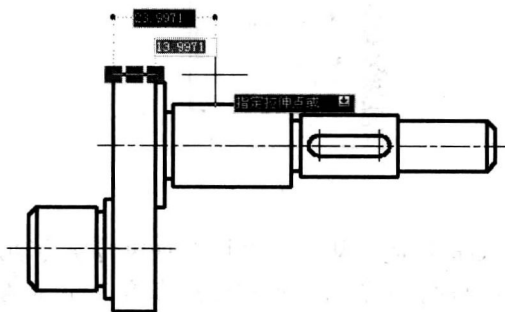

图 1-5
(4) 启用“标注输入”后，当命令提示输入第二点时，工具栏提示将显示距离和角度值，工具栏提示中的值将随着光标的移动而改变，如图 1-5 所示。